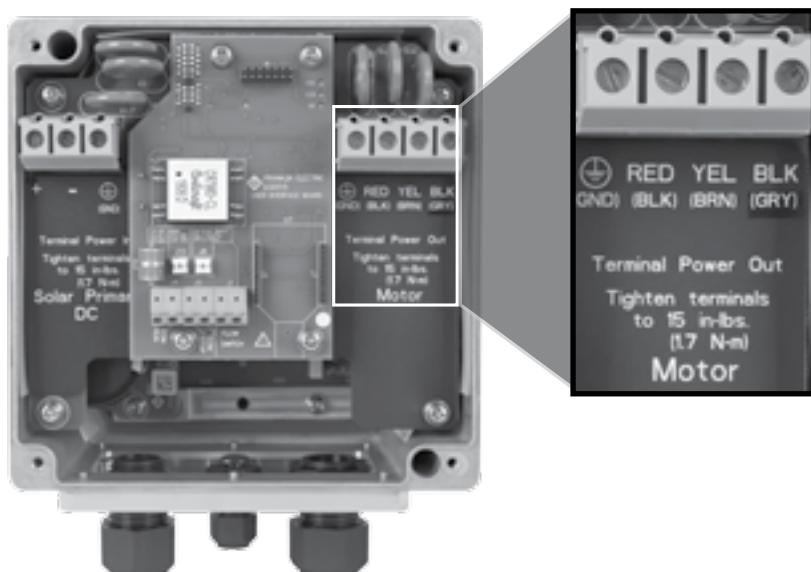

Figura 6: Conexión de cableado del motor
1. Conecte los cables desde el montaje de la bomba/motor al bloque terminal etiquetado "MOTOR" y marcado BLK, GND, RED, y YEL (Figura 6). (Especificación de par de torsión: 15 libras-pulg/1,7 N·m). (Utilice únicamente conductores de cobre. Nominal de 75 ° C como mínimo.)